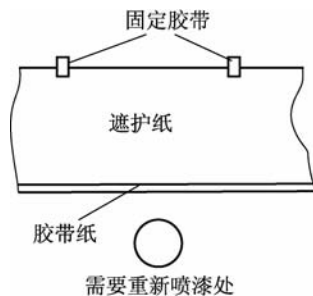

图 8-71 正向遮护
①利用不同车身板件间的缝隙作边界。由于车身不同板件间是相互独立的,它们之间的缝隙就是最好的边界,如车门与叶子板、前门与后门等。若重新喷涂一块用螺栓安装的车身外板件,必须在板件的缝隙上贴边界,进行遮护。
②利用车身装饰条作边界。一般的轿车车身中部都有一圈塑料装饰条,这些装饰条也是很好的边界。如车门上部损坏时,可以通过中间的装饰条作为边界,这样喷涂面积只是原来的一半,省时省力,节约成本。
③利用特征棱线凸出部位作边界。当选择车身棱线作为边界时,通常选择反向遮护法,可以使边界处的台阶尽量不显眼。
(5)正向遮护法。正向遮护法是指遮护纸通过胶带纸直接固定,保护良好的表面,将需要重新喷漆的部位露出来,另一边缘用固定胶带固定的遮护方法,如图 8-71 所示。